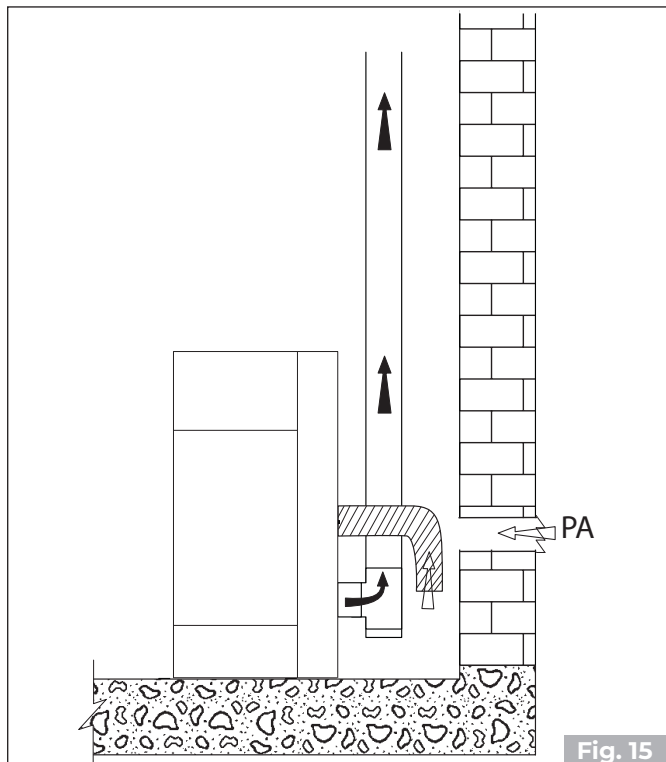
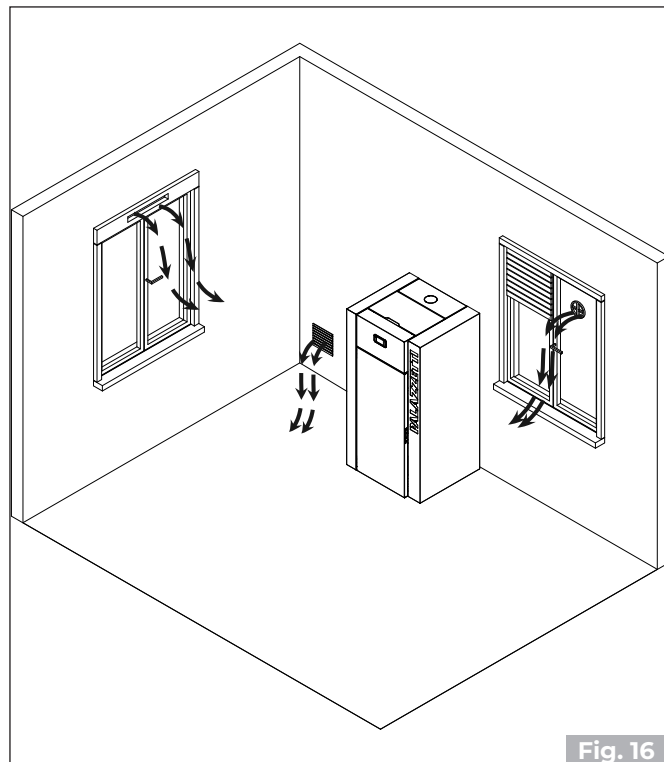

Fig. 15
Fig. 16
- provenire dall'ambiente di installazione o da adeguati locali attigui (**Fig. 15**).
Realizzare la presa d'aria sulla parete (**Fig. 15 e Fig. 16 - PA = Presa d'Aria**), e lasciare che l'apparecchio sia libero di prelevare aria in ambiente avendo cura di collegare sul tubo di ingresso dell'aria il tratto di tubo corrugato, qualora venga fornito, fissandolo con la fascetta e piegandolo leggermente verso il basso al fine di prevenire eventuali effetti di risonanza.